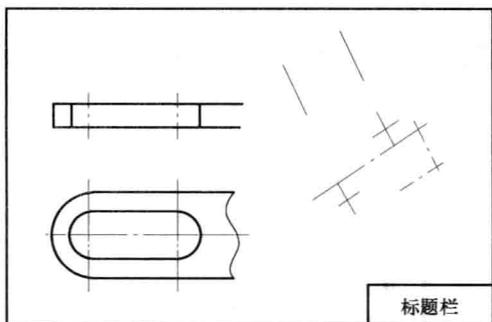

图 1-8 抄画前吊耳左侧水平部分
- 2) 将前吊耳左侧水平部分视图抄画到已经确定的基准线上, 如图 1-8 所示。